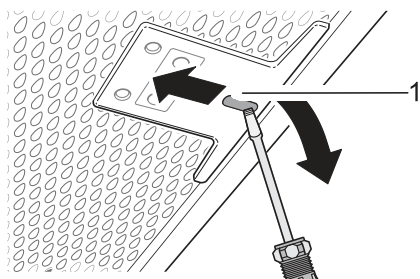

Abb. 23: Falsch eingesetzter Metallfettfilter
1. ▶ Stecken Sie einen kleinen Schraubendreher in die Aussparung (Abb. 23/1) und entriegeln Sie den Metallfettfilter.